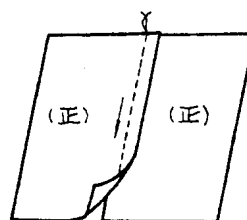

图1-13
- (1)平缝后,将缝头倒向一边。
- (2)从衣片正面沿翻折边缉明线。
3、搭缝 见图1-13